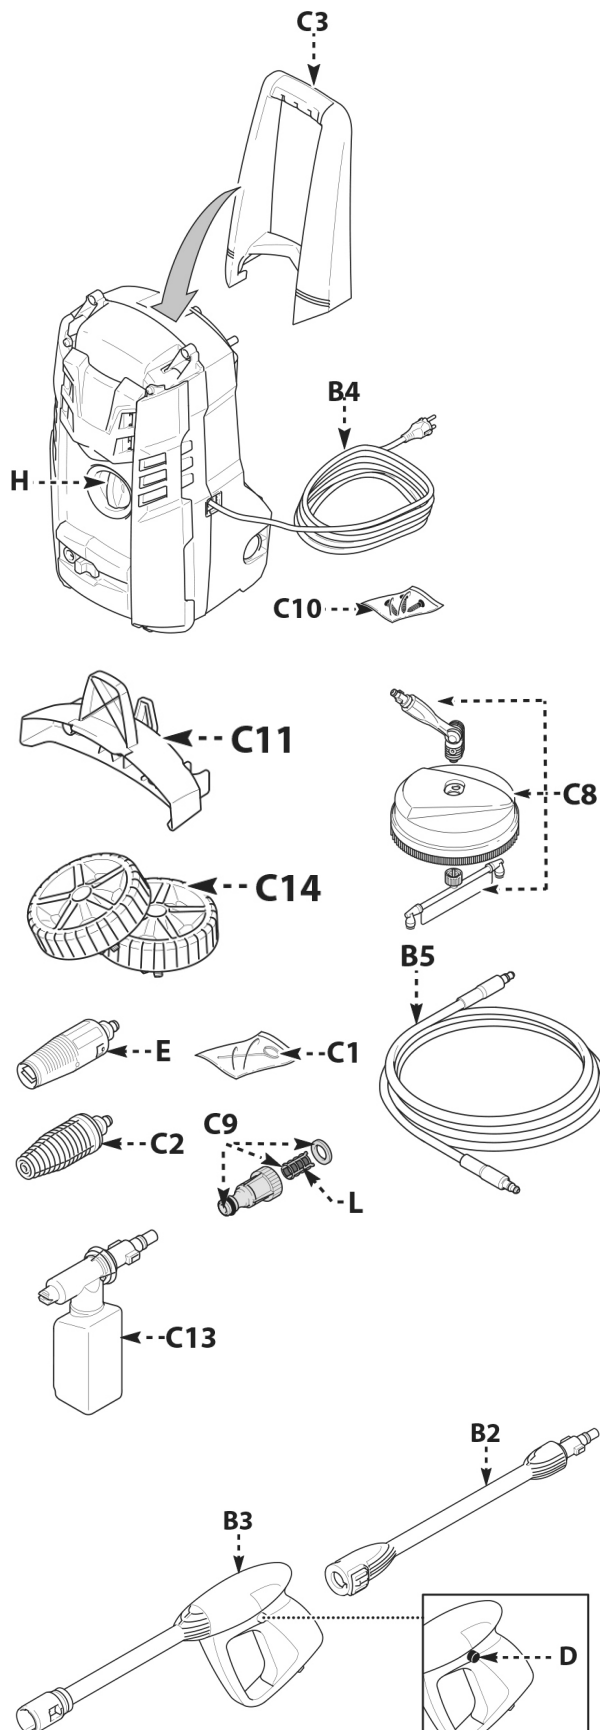
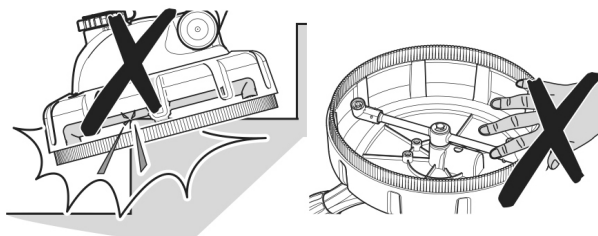

Abb. 3: Beschreibung
Abb. 6: Montage des Flächenreinigers
Der Hochdruck-Reiniger ist mit dem Flächenreiniger (Pos. C8, Abb. 6) ausgestattet. Der eignet sich ideal zum Reinigen von Boden- und Wandflächen mit unterschiedlichen Oberflächen wie Holz, Kunststoff, Beton, Fliesen und Naturstein.
Die Reihenfolge der Montagearbeiten des Flächenreinigers ist auf der Abbildung 6 vorgestellt.
7.6 Einstellungen (Abb. 6)
Den Wasserstrahl an der Düse (Pos. E, Abb. 6) regulieren.
Damit das Reinigungsmittel mit dem richtigen Druck ausgegeben wird, die Düse (Pos. E, Abb. 3) (falls vorgesehen) in die Stellung „“, bringen oder den Satz Reinigungsmittel (Pos. C13, Abb. 6) (falls vorgesehen) wie in der Abbildung dargestellt montieren.